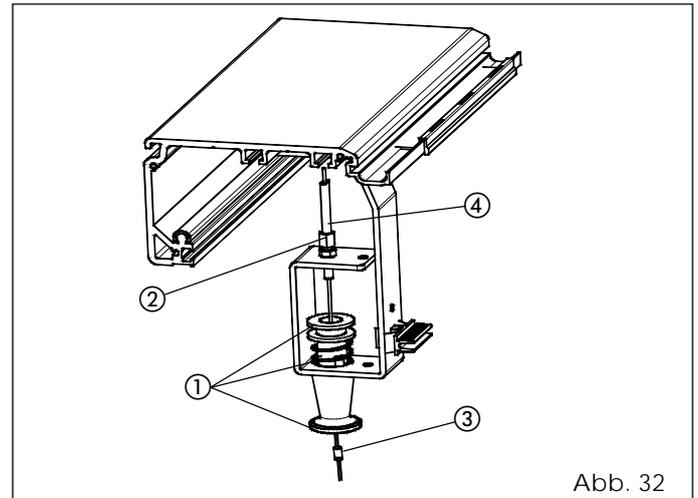

Abb. 32
- Den Freigabegriff gemäß Abb. 32 - Bez. ① zusammenbauen.
- Das Register mit den entsprechenden Sperrmuttern an der inneren Seite des Bügels anschrauben (Abb. 32 - Bez. ②).
Schraube blockieren (Abb. 32 - Bez. ③).
- Den Kabelmantel bis zum Anschlag am Register ziehen (Abb. 32 - Bez. ④).